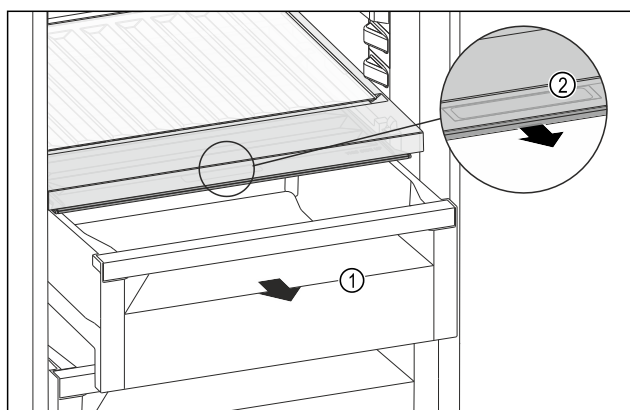

Fig. 217
- Izvelciet atvilktni Fig. 217 (1).
- Satveriet nodalījuma vāka roktura padziļinājumu Fig. 217 (2) un vienlaikus pavelciet nodalījuma vāku uz priekšu.